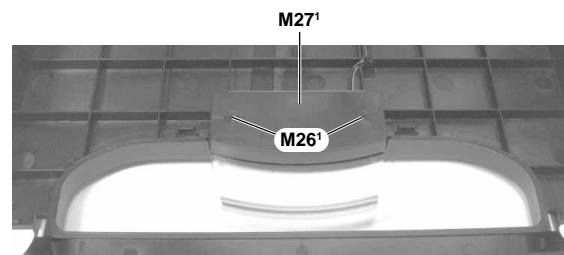

Fig. 8
- 2 Schrauben **M26'** herausschrauben und die Abdeckung **M27'** abnehmen (Fig. 8).
- Undo 2 screws **M26'** and take cover **M27'** off (Fig. 8).